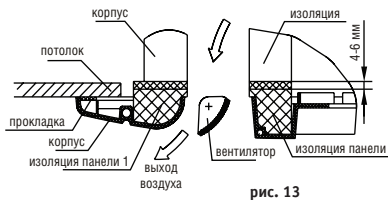

рис. 13
- д) Затягивайте винты панели, пока толщина вспененной изоляционной прокладки между корпусом кондиционера и лицевой панелью не уменьшится до 4-6 мм. Края панели должны плотно соприкасаться с потолком (рис. 13).